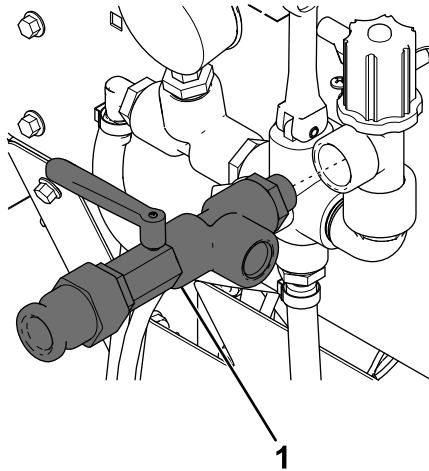

Figure 4
- Enduisez l'extrémité de la soupape de retour de frein-filet et fixez-la sur le régulateur de pression de pulvérisation (Figure 4).